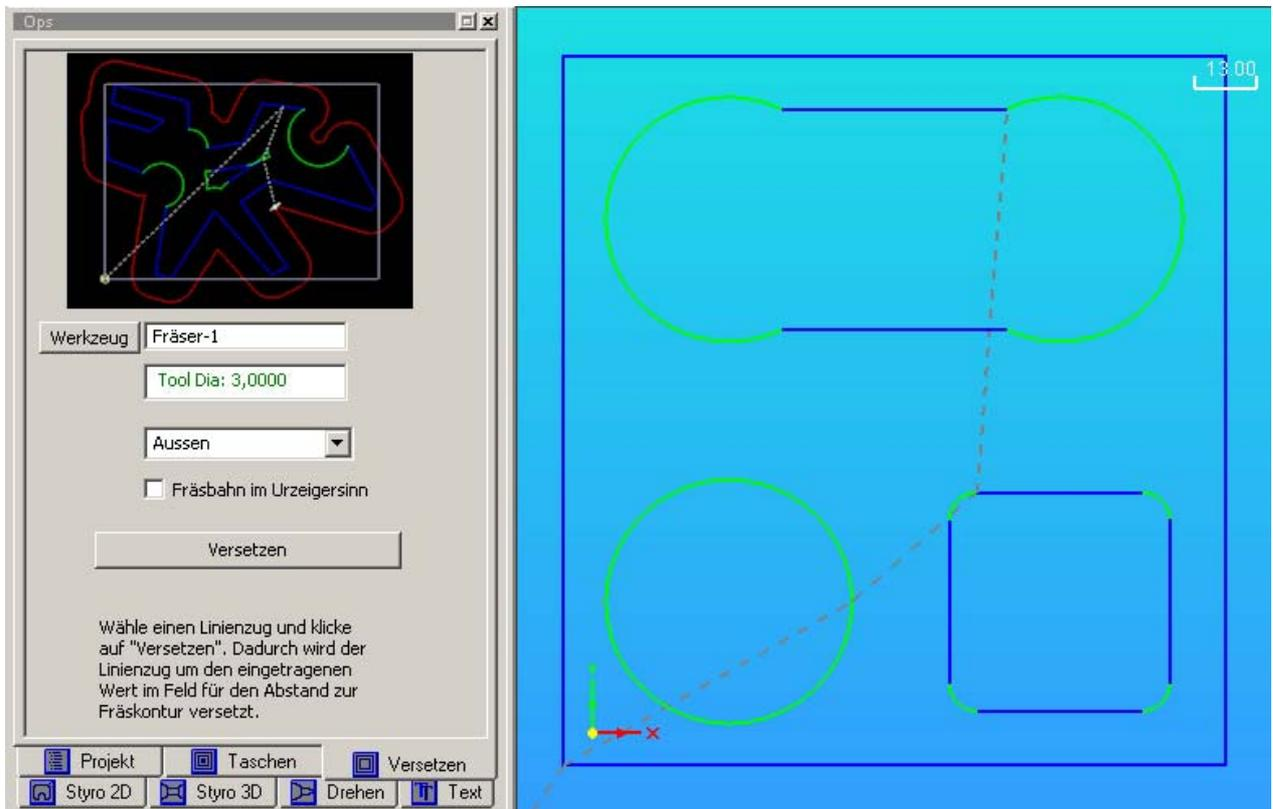

Abb. 2.26: Beispieldatei LCam-test.dxf für die Funktion Versetzen geladen
Eine weitere Funktion der Pro-Version von LazyCam ist das Versetzen von Konturen. Wir laden dazu unsere Beispieldatei LCam-test.dxf und wählen in unserer **Funktionsleiste (3)** die Funktion **Versetzen** (Abb.: 2.26).